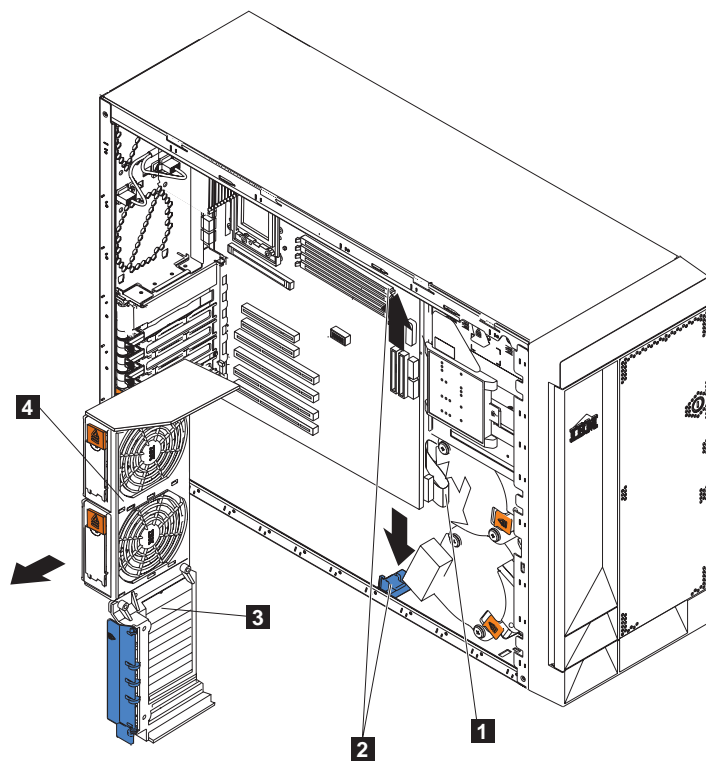
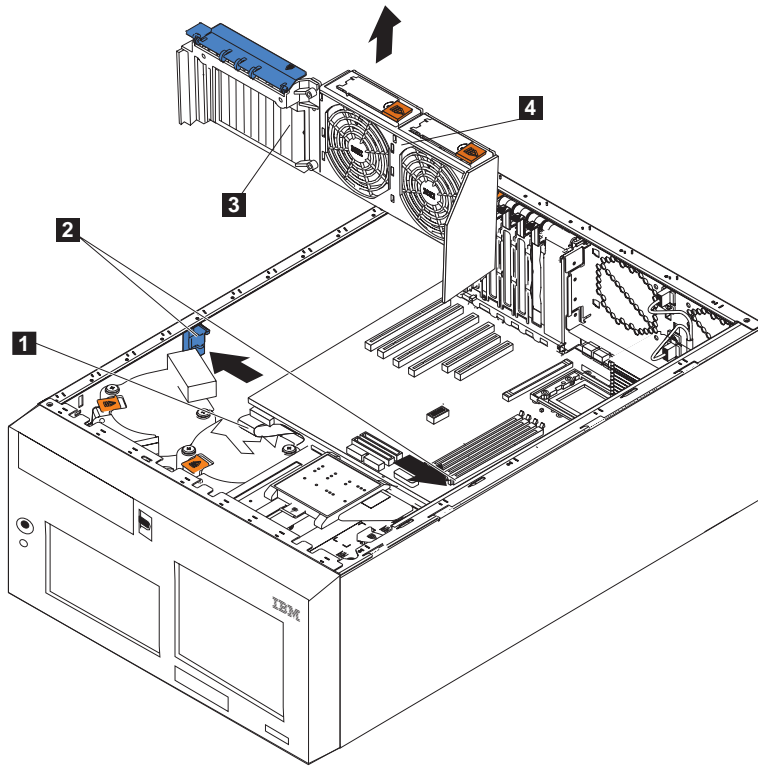

图 36. 卸下适配器支撑架 (型号 25T)
图 37. 卸下适配器支撑架（具有机架安装转换功能的型号 25T）
8. 卸下适配器支撑架（参见第 47 页的图 36 或第 48 页的图 37）。